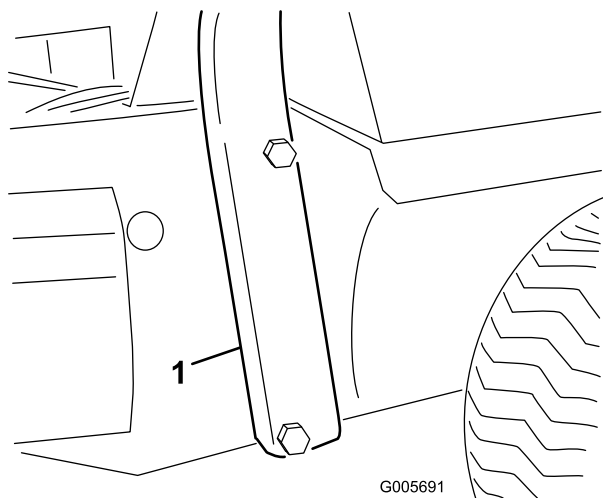

Figura 15
- Baje la barra anti-vuelco sobre el bastidor, alineando los taladros de montaje según muestra la Figura 15.
- Sujete la barra anti-vuelco al bastidor con 4 pernos (3/4 x 5-1/2 pulg.), arandelas de freno y tuercas (Figura 15). Apriete firmemente.